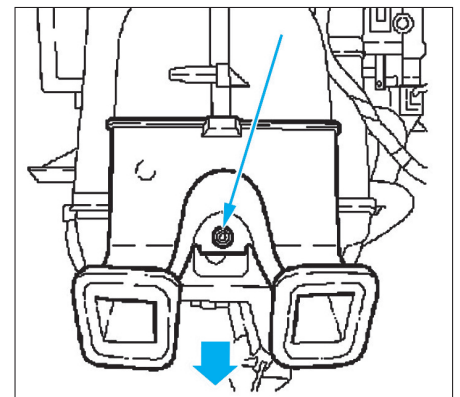

FIG. 8
- le conduit d'air arrière (Fig.8),